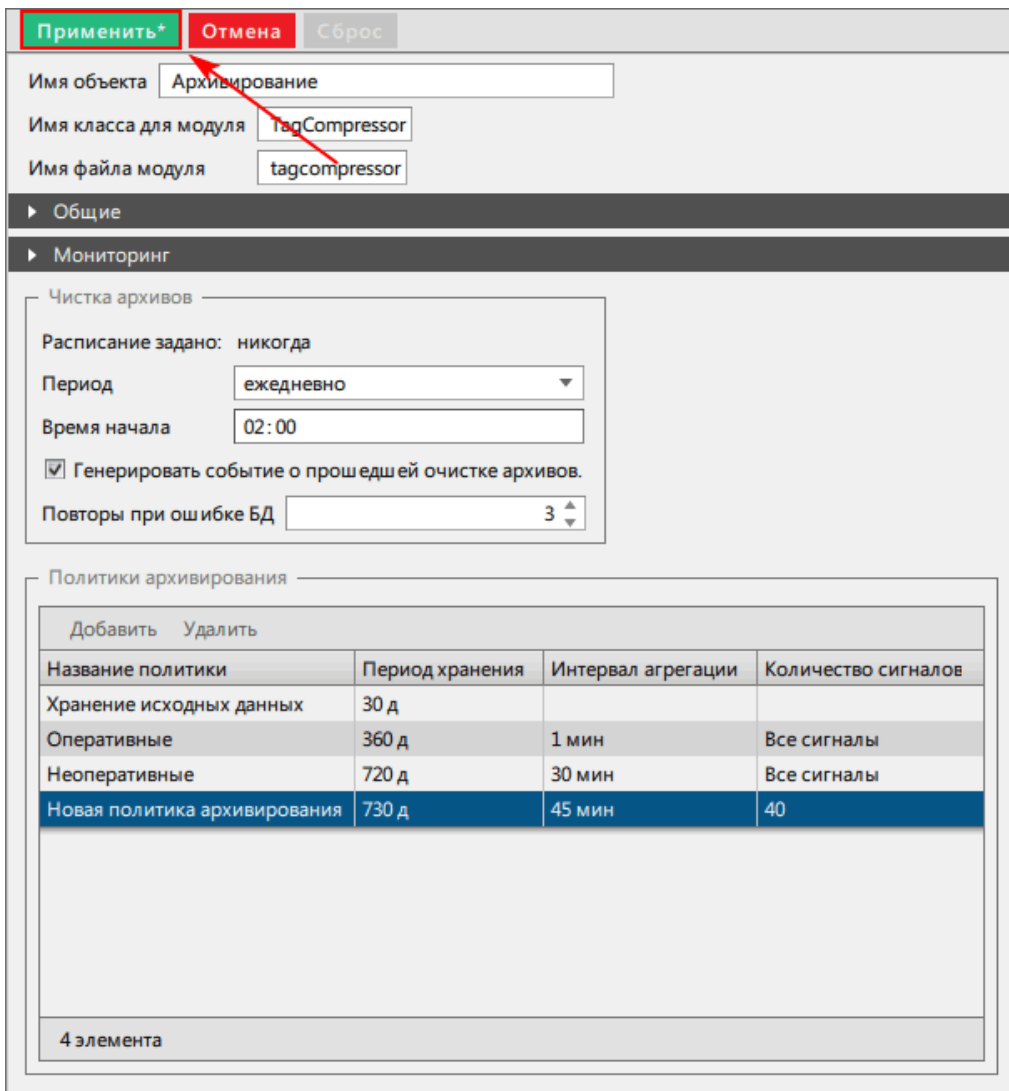

Рисунок 280 - Сохранение данных
7. Нажмите **Применить** (Рисунок 280).